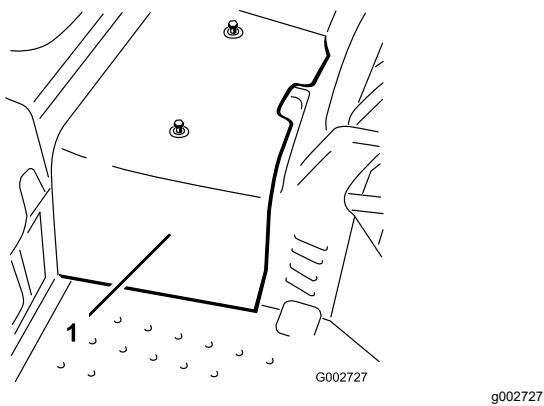

Figure 47
2. Desserrez les 2 vis qui fixent le carénage central à la machine et déposez le carénage (Figure 47).